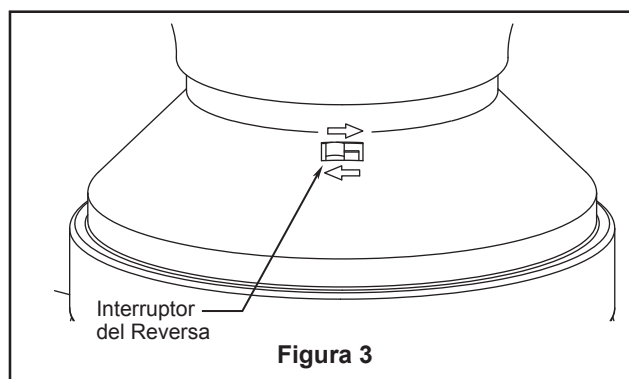

Figura 3
- ☐ 3. Si desea que el flujo de aire se desplace en la dirección opuesta, apague el ventilador y espere a que. Extraiga el vidrio o tapón de plástico desde el ensamble de la placa de iluminación. Luego deslice el conmutador inversor dentro de la placa de iluminación a la posición contraria y vuelva a encender el ventilador. (Figura 3)